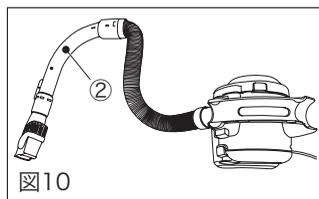

図10
手順1. 図10のようにリムーバブルハンドル(②)を本体から外します。